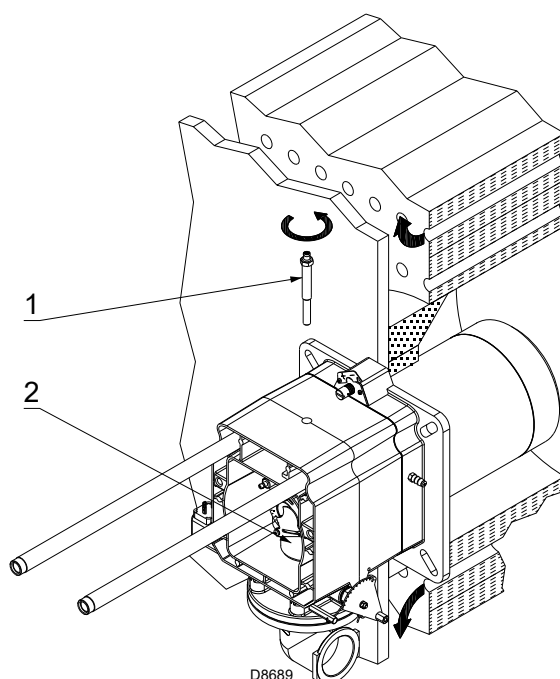

Fig. 12
- sacar el tornillo 1)(Fig. 12);
- extraer la parte interna 2)(Fig. 12) del cabezal y regularlo.
En este punto de la instalación el cabezal de combustión debe estar fijado a la caldera como se muestra en la Fig. 12, pág. 16.